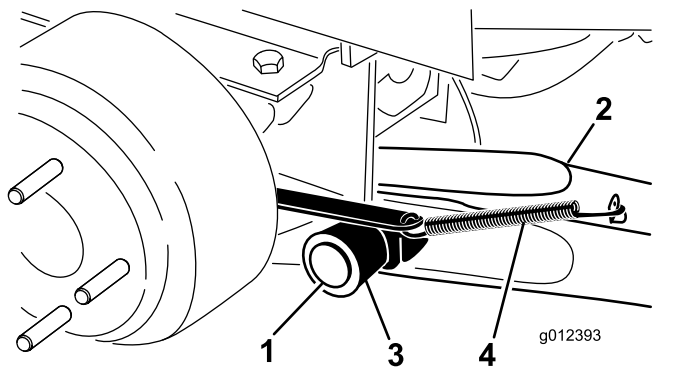

図 4
6. ピボットピン 1 本、コッターピン 1 本を使って、ピボットブラケットに昇降アームを取り付ける 図 4。昇降アームを、曲がった部分が外側を向くようにして取り付ける。
7. ブレーキリターン springs を昇降アームのタブ引っ掛ける **図 4**。